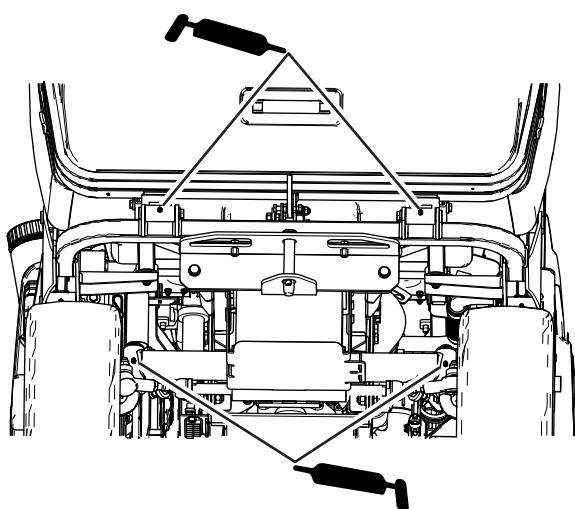

Figura 45
- Pivotes de la tolva y puntos de pivot de dirección (Figura 45)